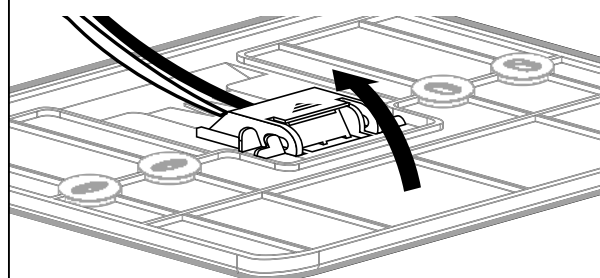

fig.2
- conectar el par de cables al conector (como se explica en la página siguiente) y cerrar la lengüeta de protección (fig.2),